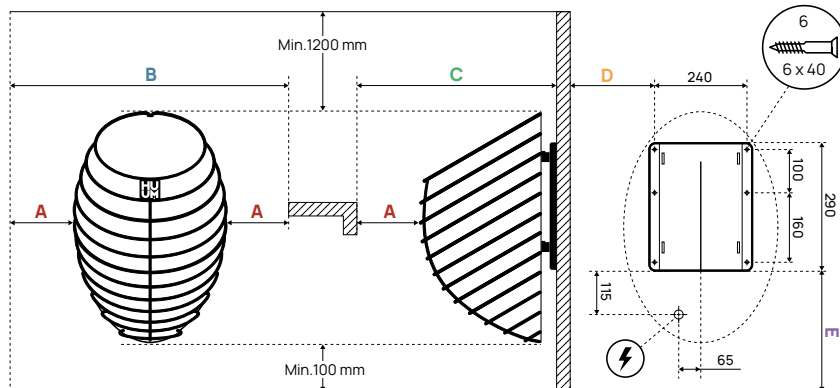

Abbildung 1. Positionierung des Saunaofens.
- Die Öffnung für das Stromkabel befindet sich an der Rückseite des Saunaofens. Die genaue Position des Kabels an der Wand wird in Bezug auf die Saunaofen-Montageplatte gemessen und ist in **Abbildung 1** angegeben.